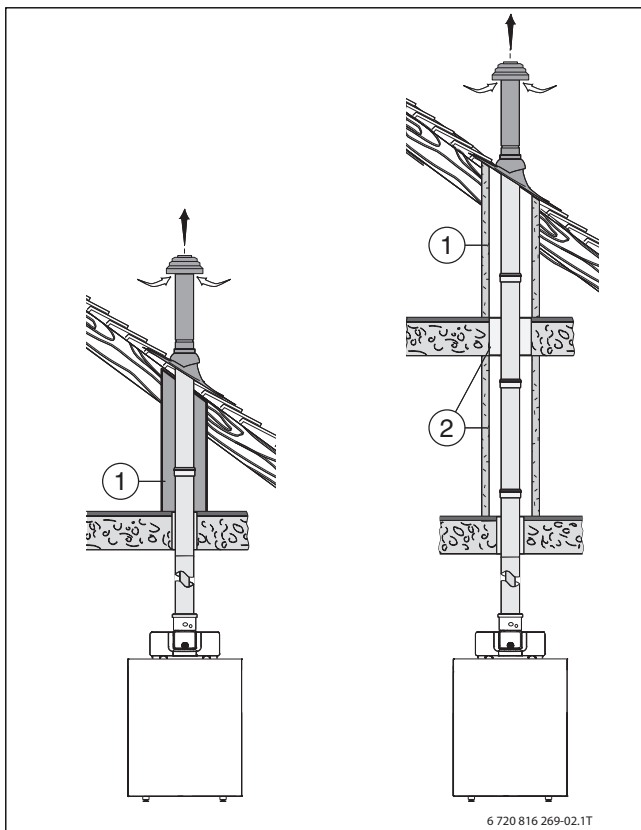

Fig. 2
- En caso de encontrarse sólo la construcción del techo directamente sobre la sala de instalación, la tubería de gases de escape debe revestirse entre el borde superior del techo de la sala de instalación y el revestimiento del techo. Para ello basta un material de construcción no inflamable, no deformable o un tubo metálico de protección (→ fig. 2, [1]) Si se determina la duración de resistencia al fuego para el techo, esta también será aplicada para el revestimiento.
- En el momento de puentear las plantas para la tubería de aire/gases de escape fuera de la sala de instalación hasta la cubierta debe incluirse un canal con la clase de resistencia al fuego L30 (F30) o L90 (F90) (→ fig. 2, [2]). Para ello utilizar construcciones de chimeneas homologadas.